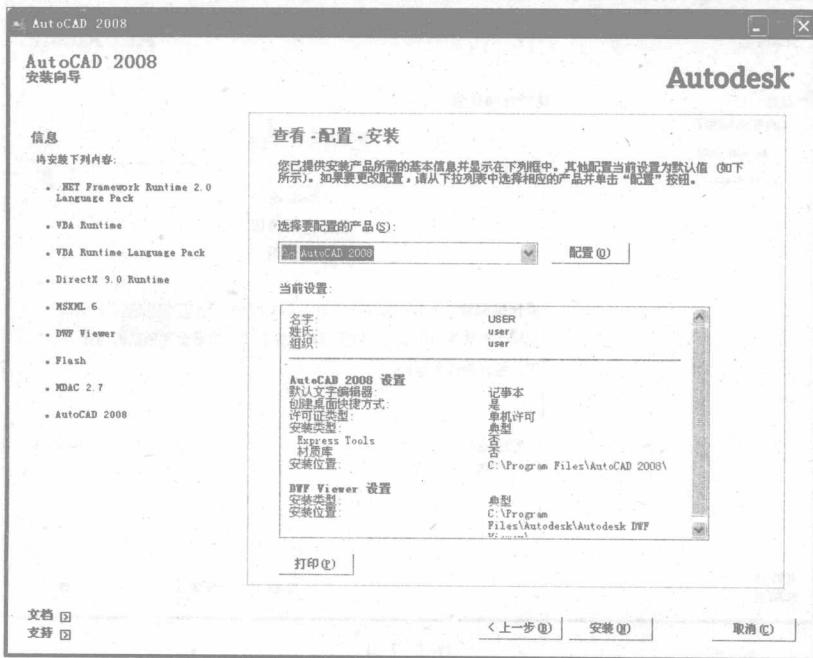

图 1-2-6
(7) 在对话框中，可以看到“当前设置”列表中有两个项目为否，如果点击“下一步”按钮，这两个项目会不安装，如果要安装这两个项目，应点击“配置”按钮，如图 1-2-6 所示。